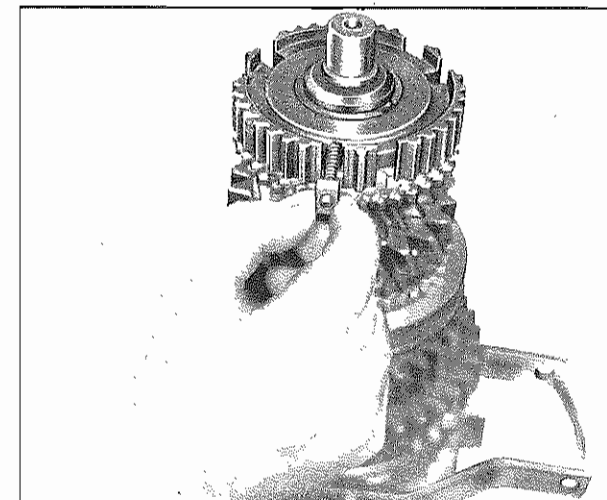
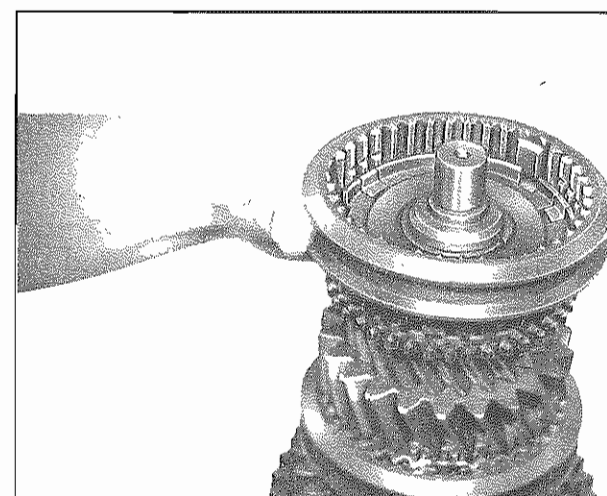

Fig. 37 - Gruppi Sets
Fig. 38 - Manicotto sincronizzatore
- Montare i particolari del sincronizzatore (Fig. 37) ed il manicotto sincronizzatore (Fig. 38) come descritto a pag. 8-10.
- Mount synchronizing member (Fig. 37) and sliding sleeve (Fig. 38) as described at page 8-10.